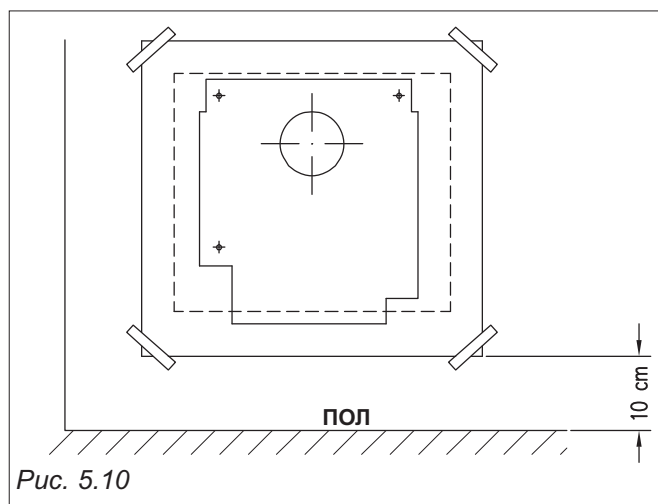
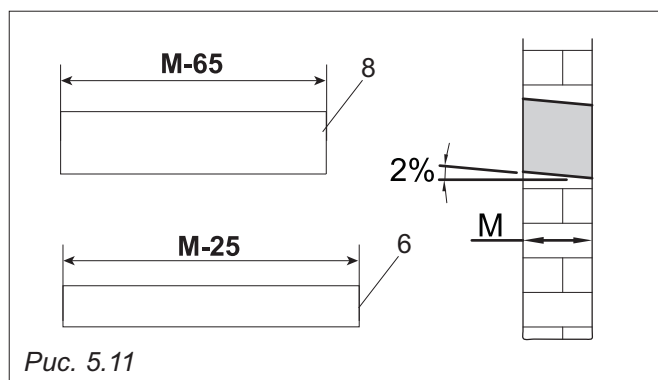

Рис. 5.10
Рис. 5.11
- 1) Закрепить шаблон, предварительно отцентрировав, на стене с помощью клейкой ленты на высоте не менее 10 см от пола (см. рис. 5.10).
Отметить отверстие для дымохода и проделать его, по возможности, с наклоном в 2% в сторону внешней стены (см. рис. 5.11).
- 2) Вернуть на место шаблон, заново отцентрировав его таким образом, чтобы отверстие под дымоход совпало с отмеченным на шаблоне, и проделать 4 отверстия диаметром 8 мм и вставить прилагаемые дюбели (см. рис. 5.10).
- 3) Проревав отверстие, измерить толщину стены (M).
- Отрезать лишний участок трубы воздуховода (8) таким образом, чтобы его длина была на 65 мм меньше толщины стены (M) (см. рис. 5.11).
- Отрезать лишний участок дымохода (6) таким образом, чтобы его длина была на 25 мм меньше толщины стены (M) (см. рис. 5.11).